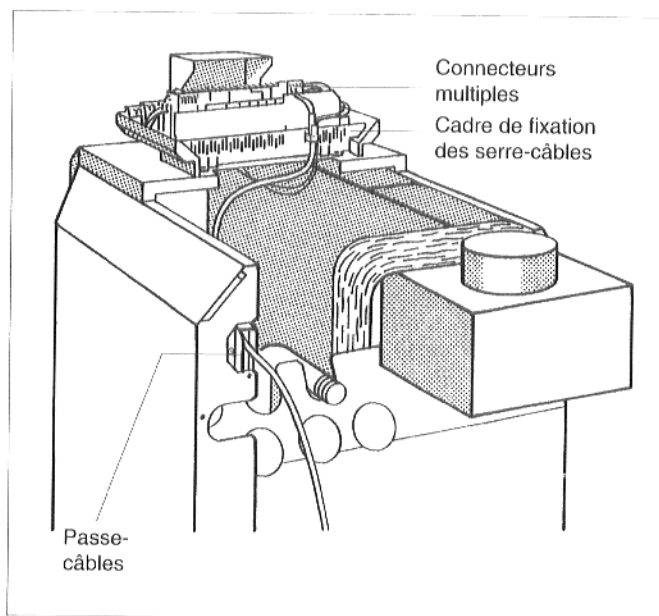
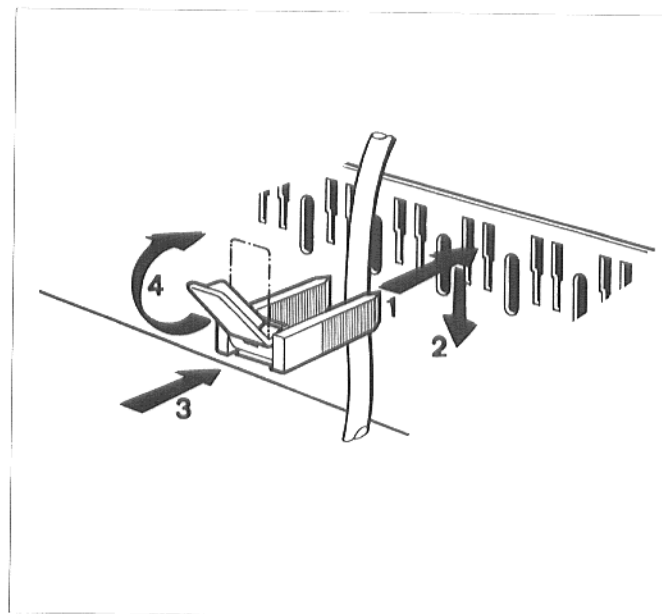

Fig. 14 : passe-câbles et connecteurs multiples
Fig. 15 : fixation d'un câble à l'aide d'un serre-câble
- Effectuer les raccordements électriques aux connecteurs multiples conformément au schéma de connexion (fig. 14).
Amener les câbles à l'appareil de régulation en les faisant passer par l'arrière dans le passe-câbles (fig. 14).
Enfoncer le serre-câble muni du câble dans le haut des fentes du cadre de fixation des serre-câbles (fig. 14) ; la nervure du levier doit être dirigée vers le haut. Pousser le serre-câble vers le bas et l'enfoncer. Rabattre le levier vers le haut (fig. 15).